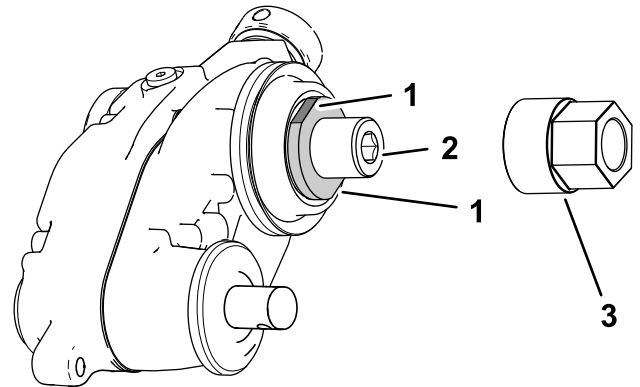

图 11
**注意** 上紧滚刀适配器和驱动箱轴扭矩时用疏草刀驱动箱套筒工具或扳手夹紧驱动箱轴搭扳手的平面在疏草刀驱动箱的内侧图 11。